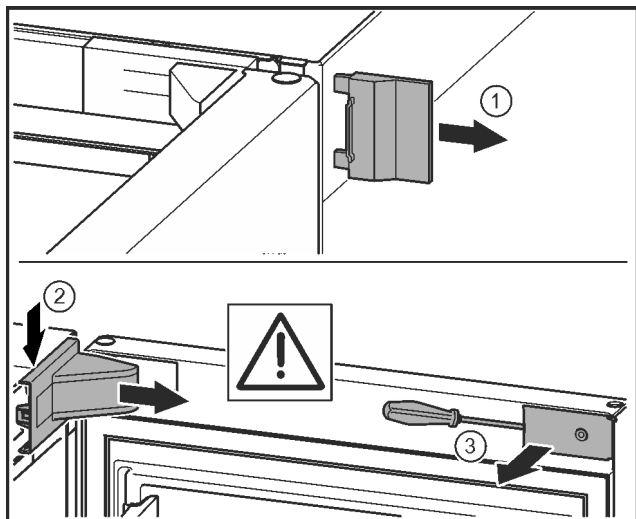

Fig. 10
- Togliere la copertura esterna. Fig. 10 (1)
- Sganciare e staccare la copertura del blocco di supporto. Asportare la copertura del blocco di supporto. Fig. 10 (2)
- Con un cacciavite liberare la mascherina e girarla lateralmente. Fig. 10 (3)